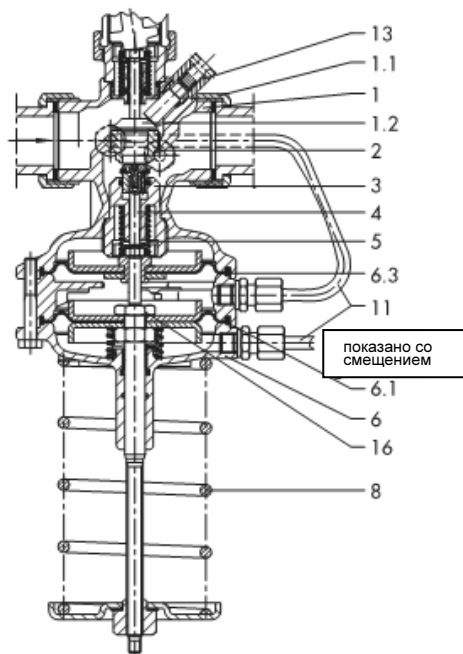

Рис. 3.2 – тип 2487/5825, Ру 25
**Регулятор расхода и перепада давления тип 2487/582...** (рис. 3.2) с внутренним ограничителем усилия и предохранителем от перегрузки (байпас) в приводе • с настраиваемым заданным значением перепада давления и электрическим приводом тип 5824 или тип 5825.